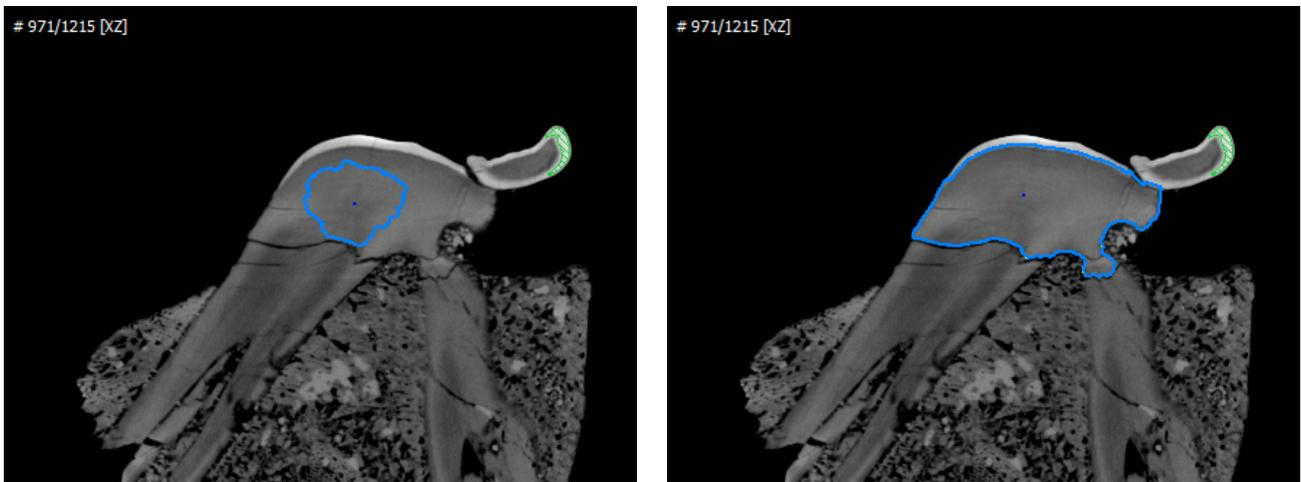

FIGURE 52 – Étapes intermédiaire (gauche) et finale (droite) de propagation à l’aide de l’outil Blow.
- l’outil **Blow Tool** étend la zone de sélection à partir d’un point par contrôle à la souris (figure 52). Les paramètres de Tolerance influe sur le contraste nécessaire aux contours de l’image pour contraindre le contour à ne pas les franchir. Avant le calcul, un filtrage est réalisé et le paramètre Gauss width contrôle le lissage du filtre.